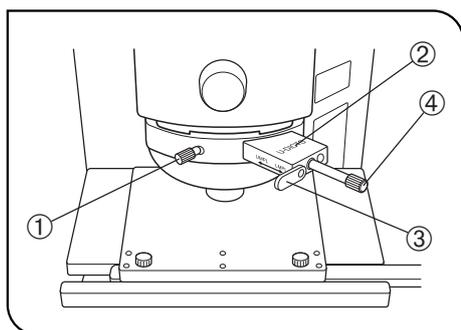

Fig. 7
## 2 Regolazione della slitta DIC (Fig. 7)
(Fig. 7)
1. Come illustrato di seguito, regolare il contrasto di fondo girando la vite di controllo del prisma ④ sulla slitta DIC (Fig. 7).